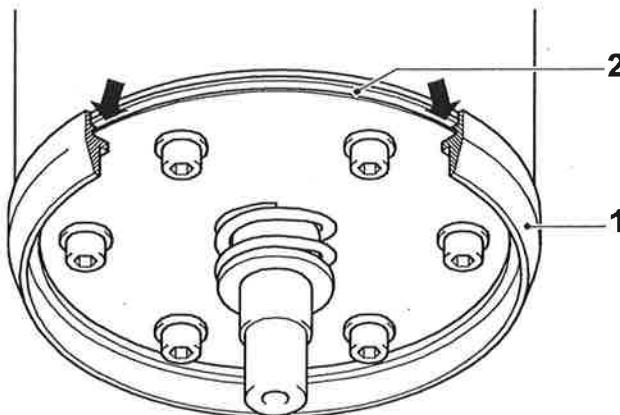

Bild 18
- Bei der Montage des SD-Ringes (18/1) ist dieser gemäß Bild 18 von Hand umlaufend überzustülpen und in die Nut des Motordeckels zu drücken.